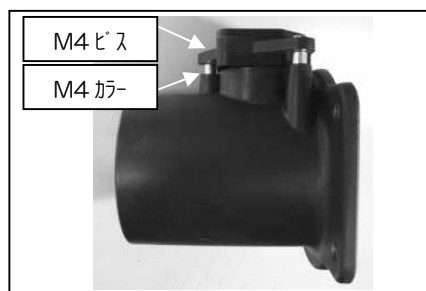

図 5
- ①図5を参考にエアフロアダプター、エアフロセンサーを組み立てます。